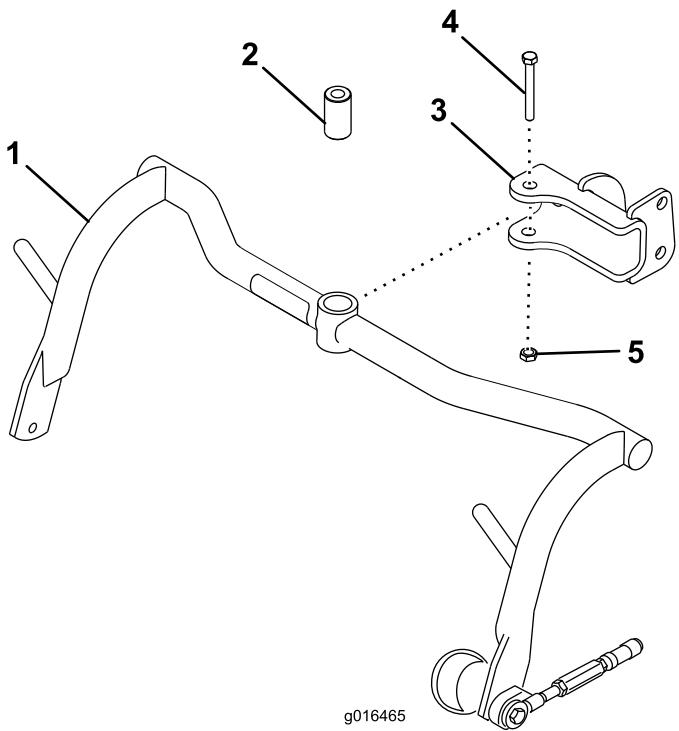

图8
- 1. 用隔片、螺栓 $\frac{1}{2}$ 英寸 \times $3\frac{1}{4}$ 英寸和锁紧螺母 $\frac{1}{2}$ 英寸将承载架组件安装到各个U形销上请参阅图8。上紧扭矩至91113N·m。